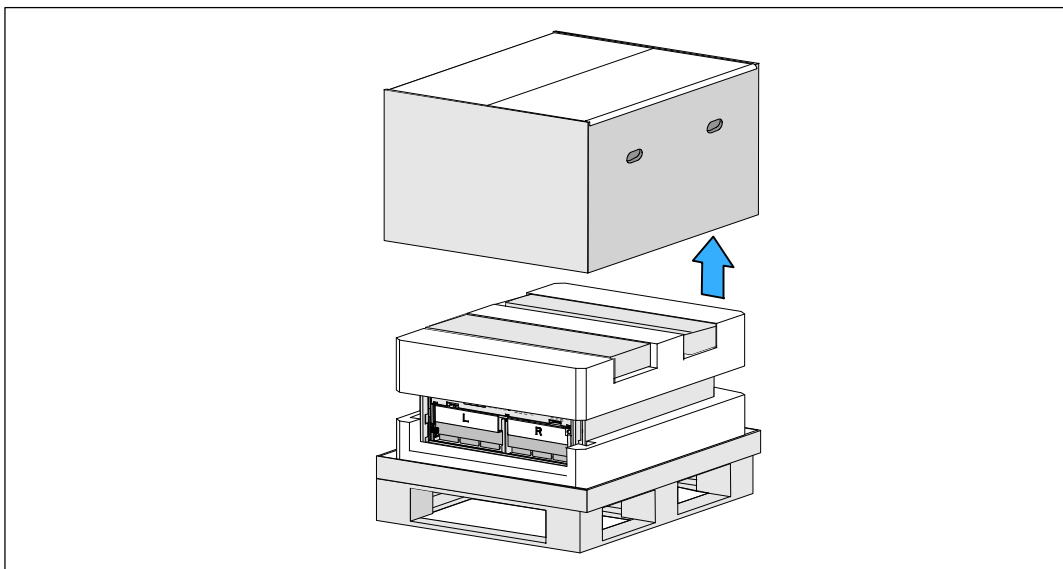

Рисунок 4. Снятие внешней упаковки
- 2 Снимите и удалите внешнюю упаковку (см. Рисунок 4).